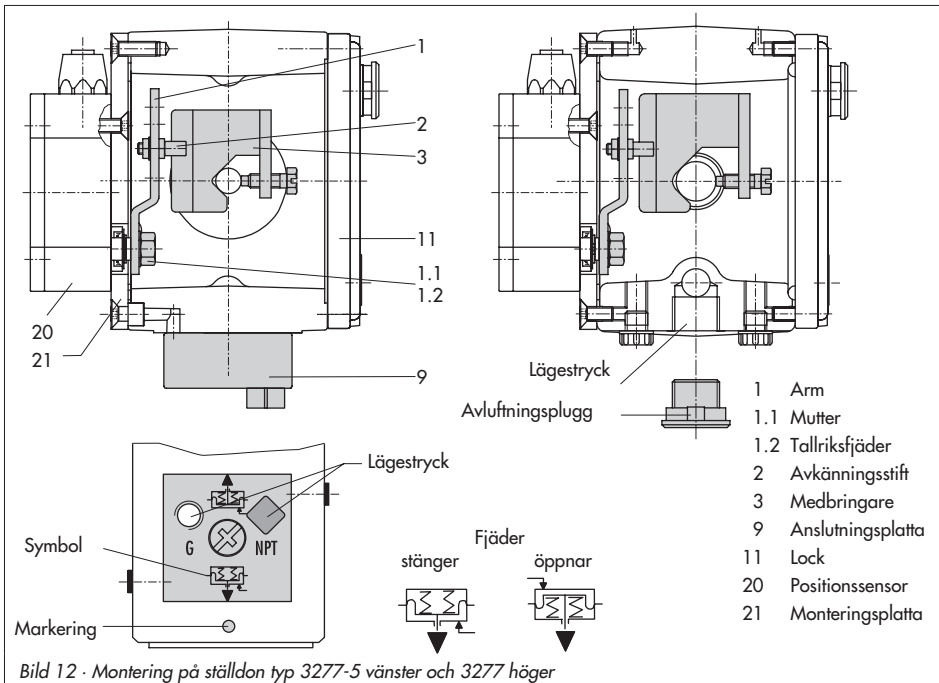

Bild 12 · Montering på ställdon typ 3277-5 vänster och 3277 höger
Trycket från lägeställaren leds via anslutningsplattans lägestrycksanslutning (9 bild 12 till vänster) till ställdonets membrankammare. Skruva först anslutningsplattan (9) från tillbehören på donets ok.
- ▶ Vrid anslutningsplattan (9) så att bild symbolen för säkerhetsinställningen "fjäder stänger" eller "fjäder öppnar" är riktad enligt markeringen (bild 12 nedan).
- ▶ Se ovillkorligen till att anslutningsplattans (9) packning är korrekt inlagd.